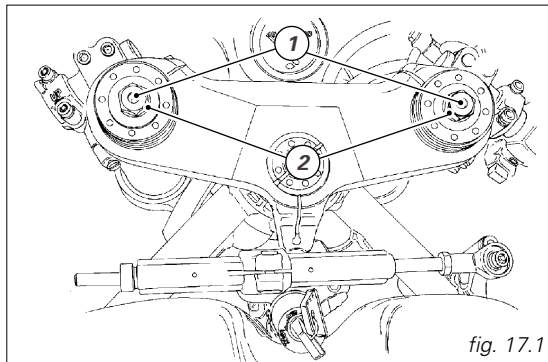

fig. 17.1
- 1) (fig. 17.1) para modificar el freno hidráulico en extensión;
- 2) (fig. 17.1) para modificar la precarga de los muelles internos;